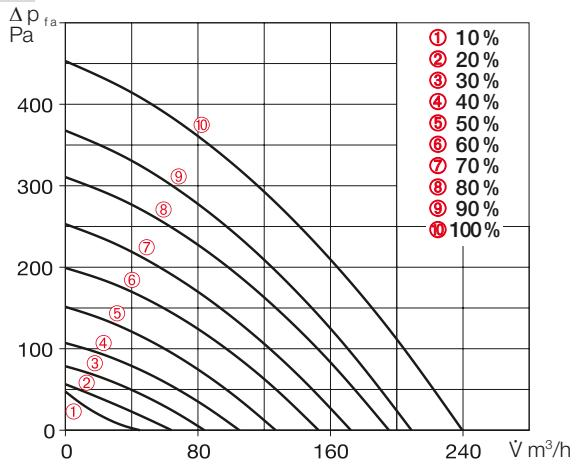
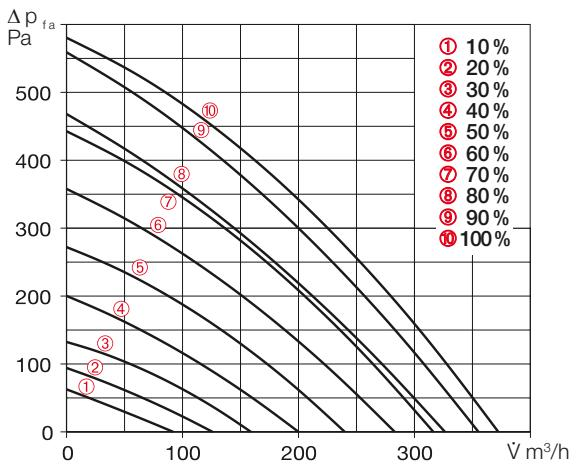

Abb. 35
Abb. 37
5. Die ermittelten Differenzdrücke der Ab- und Fortluftmessung in die Kennlinie des Gerätes für Abluft (s. Abb. 35 und Abb. 37), entsprechend der im Lüftungsprofil hinterlegten Ventilatorleistungen, eintragen (vgl. Abb. 39 und Abb. 40).